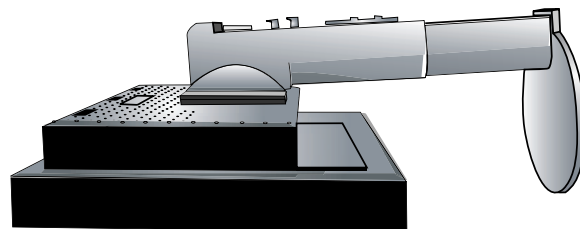

Рисунок S.1
4. Положите монитор экраном вниз на неабразивную поверхность (**Рисунок S.1**).